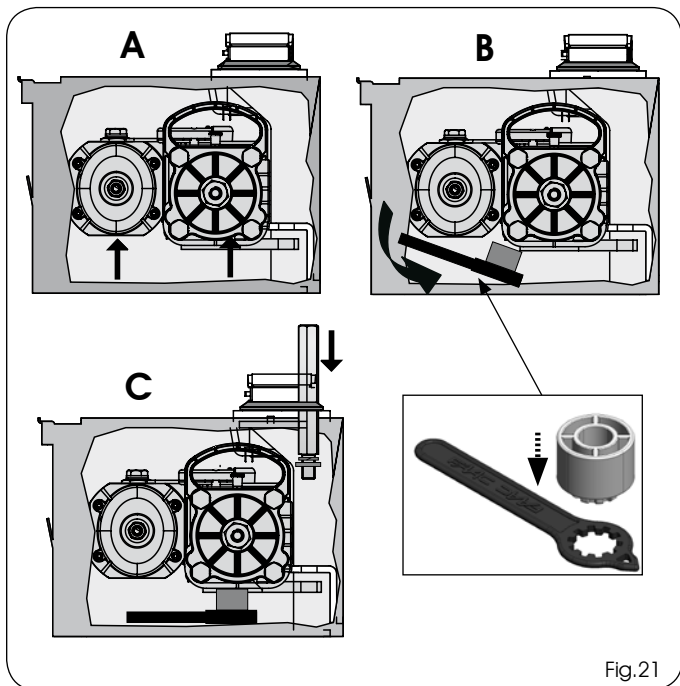

Fig.21
- 13) Alzare l'operatore utilizzando le apposite maniglie (Fig.21 rif. A), inserendo il pignone nella boccia scanalata della cassetta portante. Per facilitare l'operazione, ruotare leggermente l'operatore fino a che non vi sia l'accoppiamento.